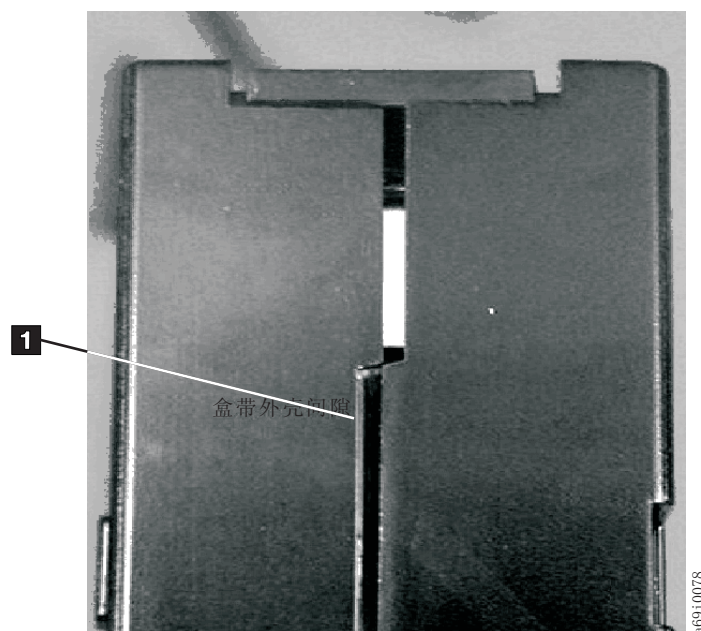

图 9. 检查盒带接合处的间隙
- 检查盒带的背面（首先装入磁带装填舱的部分），确保盒带外壳的接合处没有间隙。如果接合处有间隙（参见图 9），导销可能会脱落。